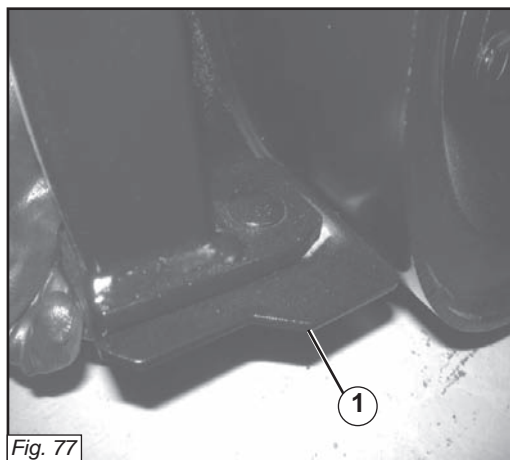
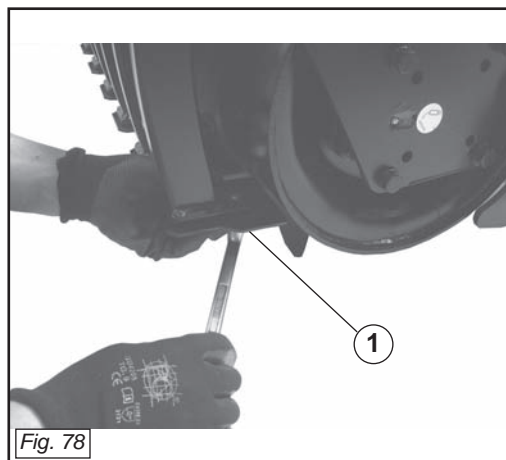
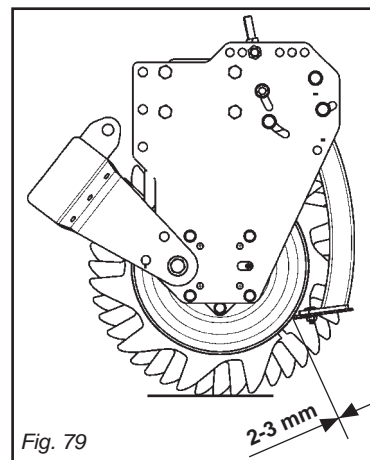

Fig. 77
Fig. 78
Fig. 79
Sulla trave raschiaterra ci sono le piastrine raschiatrici (1 Fig. 77), in materiale antiusura, che hanno la funzione di pulire dall'accumulo dei terra il rullo stesso.
Il montaggio corretto si ottiene fissando la piastrina raschiatrici al supporto raschiaterra, facendola scorrere sulla guida e bloccandola con la vite (1 Fig. 78) ed il dado alla distanza desiderata dal rullo.
Si consiglia una distanza tra rullo e piastrina di di 2/3 mm (Fig. 79).
Auf dem Erdabstreifbalken befinden sich die Erdabstreifplättchen (1 Abb. 77) aus verschleißfestem Werkstoff, welche die Funktion haben, die Erdanhäufungen von der Walze zu entfernen. Sie sind auf besonders geformten Haltern montiert, die auf dem hinteren Balken der Walze montiert sind. Die korrekte Montage erhält man, indem man das Abstreifplättchen am Erdabstreifträger befestigt, es über die Führung gleiten lässt und mit der Schraube (1) und der Mutter im gewünschten Abstand von der Walze blockiert. Empfiehlt sich ein Abstand zwischen Walze und Plättchen von 2/3 mm (Abb. 79).
En la viga raspadora se encuentran las plaquitas raspadoras (1 imagen 77), de material antidesgaste, con la función de quitar la tierra que se acumula en el rodillo mismo. Están montadas sobre soportes moldurados fijados en la barra trasera del rodillo.
Para obtener un montaje correcto hay que montar las plaquitas raspadoras a la viga raspadora, haciéndolas discurrir sobre la guía y fijándolas con el tornillo (1 imagen 78) a la distancia entre plaquita y rodillo. La distancia aconsejada entre plaquita y rodillo es 2/3 mm (imagen 79).